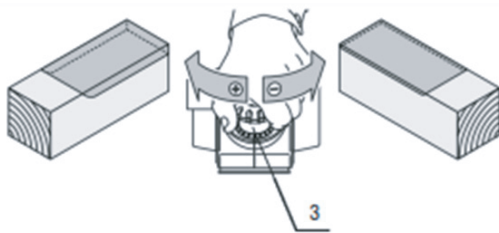

Figura 2: Ajuste da altura
Para ajustar a altura de aplainamento, vire a manopla de ajuste de altura (3). Girando a manopla para a direita (no sentido horário), a profundidade aumentará; inversamente, girando a manopla para a esquerda (no sentido anti-horário), a altura diminuirá, conforme mostrado na figura 2.